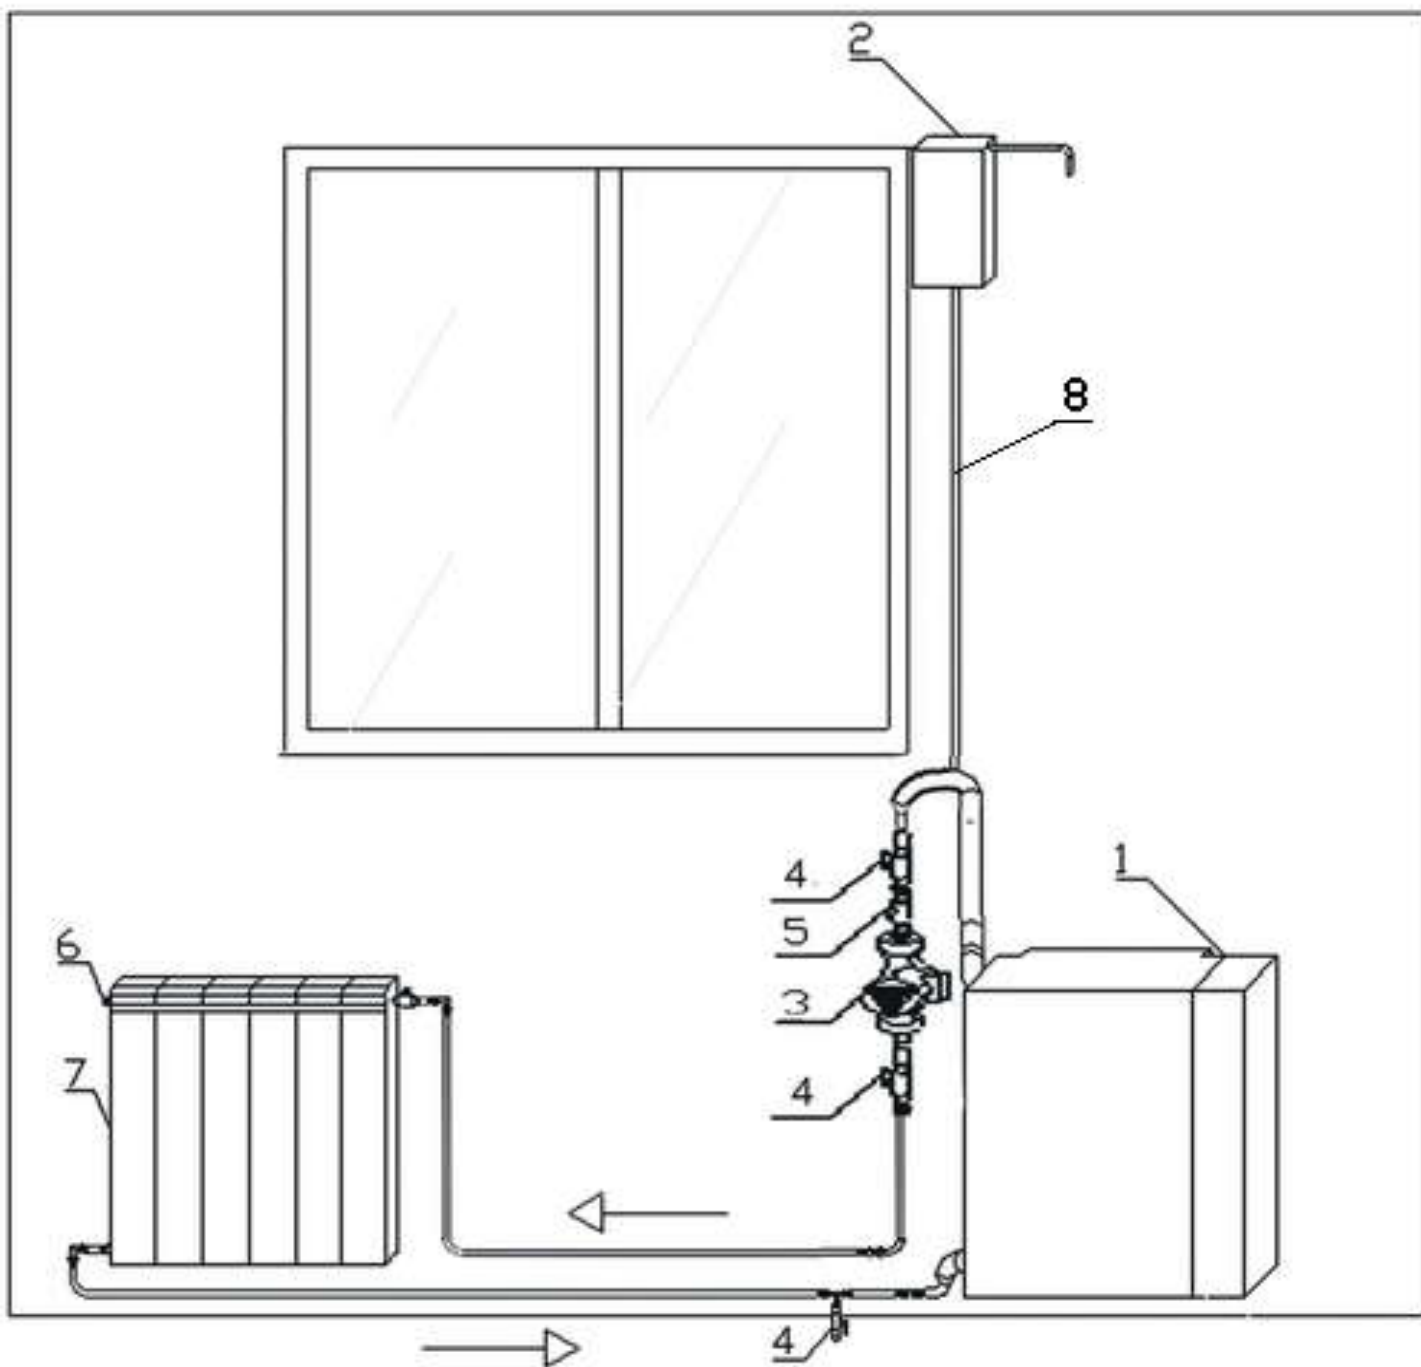

Рисунок 9. Схема простейшей системы отопления с нижней разводкой и принудительной циркуляцией
6.6. Возможно применение систем отопления с нижней разводкой и с принудительной циркуляцией (рисунок 9), в которой:
7.5.1. Открыть дверцу аппарата (котла). Убедитесь, что ручка управления и регулировки температуры (ручка управления) находится в положении «●» (аппарат (котел) выключен - рисунок 9). Открыть кран на газопроводе перед аппаратом.